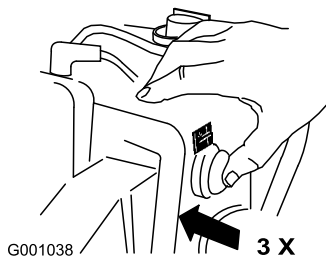

Figura 29
6. Con il pollice, spingete tre volte lo starter con forza, lasciandolo inserito ogni volta per un secondo prima di rilasciarlo (Figura 29).